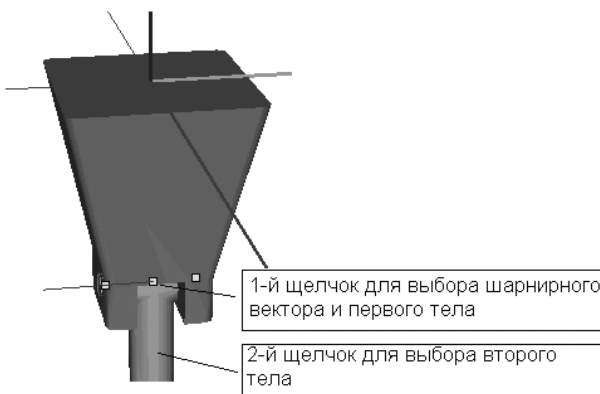

Рис. 1.25. Выбор точек для визуального добавления вращательного шарнира
- щелкните в любом месте на изображении второго тела – маятника, см. рис. 1.25;